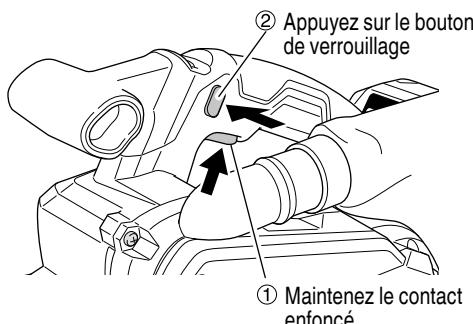

Fig. 15
5. Mise en MARCHE et ARRET de la sableuse (Fig. 15)
Le bouton de verrouillage peut être libéré en tirant sur le contact (Fig. 15).